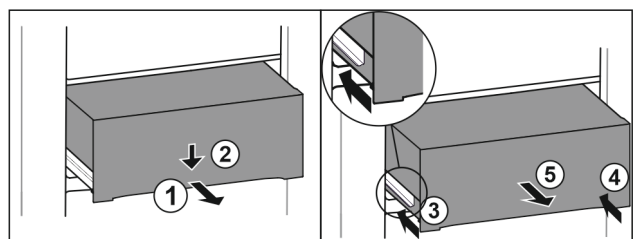

Fig. 163
- Wyciągnąć szufladę do połowy. Fig. 163 (1)
- Popchnąć szufladę z przodu w dół. Fig. 163 (2)
- Wsunąć lewą szynę o ok. 2 cm. Fig. 163 (3)
- Wsunąć prawą szynę o ok. 2 cm. Fig. 163 (4)
- Wyjąć szufladę do przodu. Fig. 163 (5)